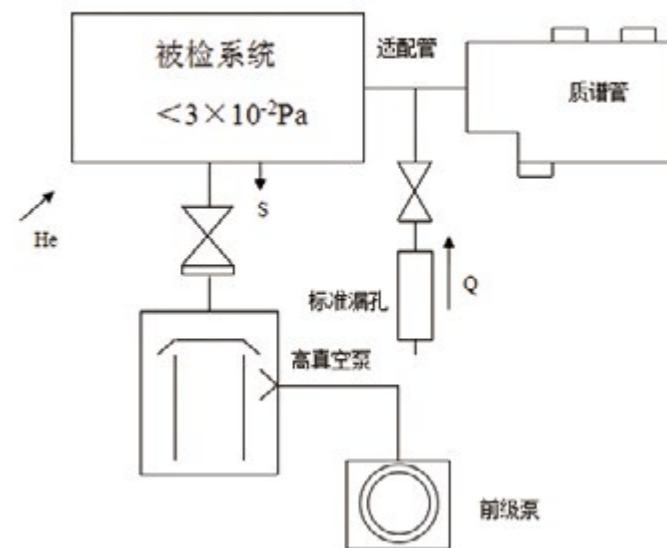

图 1-3 ZQJ-250 型检漏仪喷吹法检漏示意图
ZQJ-250型氦质谱检漏仪采用喷吹法检漏,如图1-3。将质谱管安装在待检真空系统的高真空部分某个位置。用连接在装有氦气的气瓶(或气袋)上的喷嘴在疑有漏孔位置喷吹,一旦有漏,氦气渗过漏孔进入系统内便可被质谱管探测。
(1) 将质谱管安装在被检真空系统上（真空调度可达到 $3 \times 10^{-2} \text{Pa}$ 以上）；校准漏孔通常与质谱管安装在一起（图 1-3），也可安装在其他位置。
(2) 将离子源电缆（白色护套为总电缆）插头插入机箱背后 10 芯插座上 (J102)，另一端插入质谱管中间位置的离子源八脚插座上 (J103)（注意定位方向）。
(3) 将接收器电缆（屏蔽线编织电缆）插头插入 12 芯插座上 (J101)，另一端插入质谱管外侧位置的接收器插座上 (J310)。插头另外一单线插孔，插入质谱管另一侧全离子极的插针上。
(4) 电源电缆插入带有可靠地线 220V, 50Hz 的单相插座上。
如图 1-3, 当校准漏孔的漏率为 Q_0 , 高真空泵对体积为 V 的容器的抽速为 S , 则氦分压强